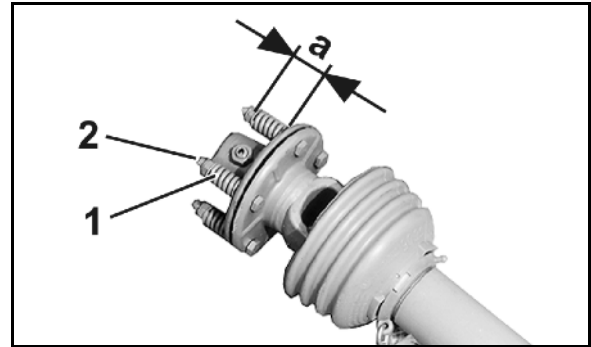

Fig. 89
2. Federn (Fig. 89/1) durch Lösen der Muttern (Fig. 89/2) entlasten.